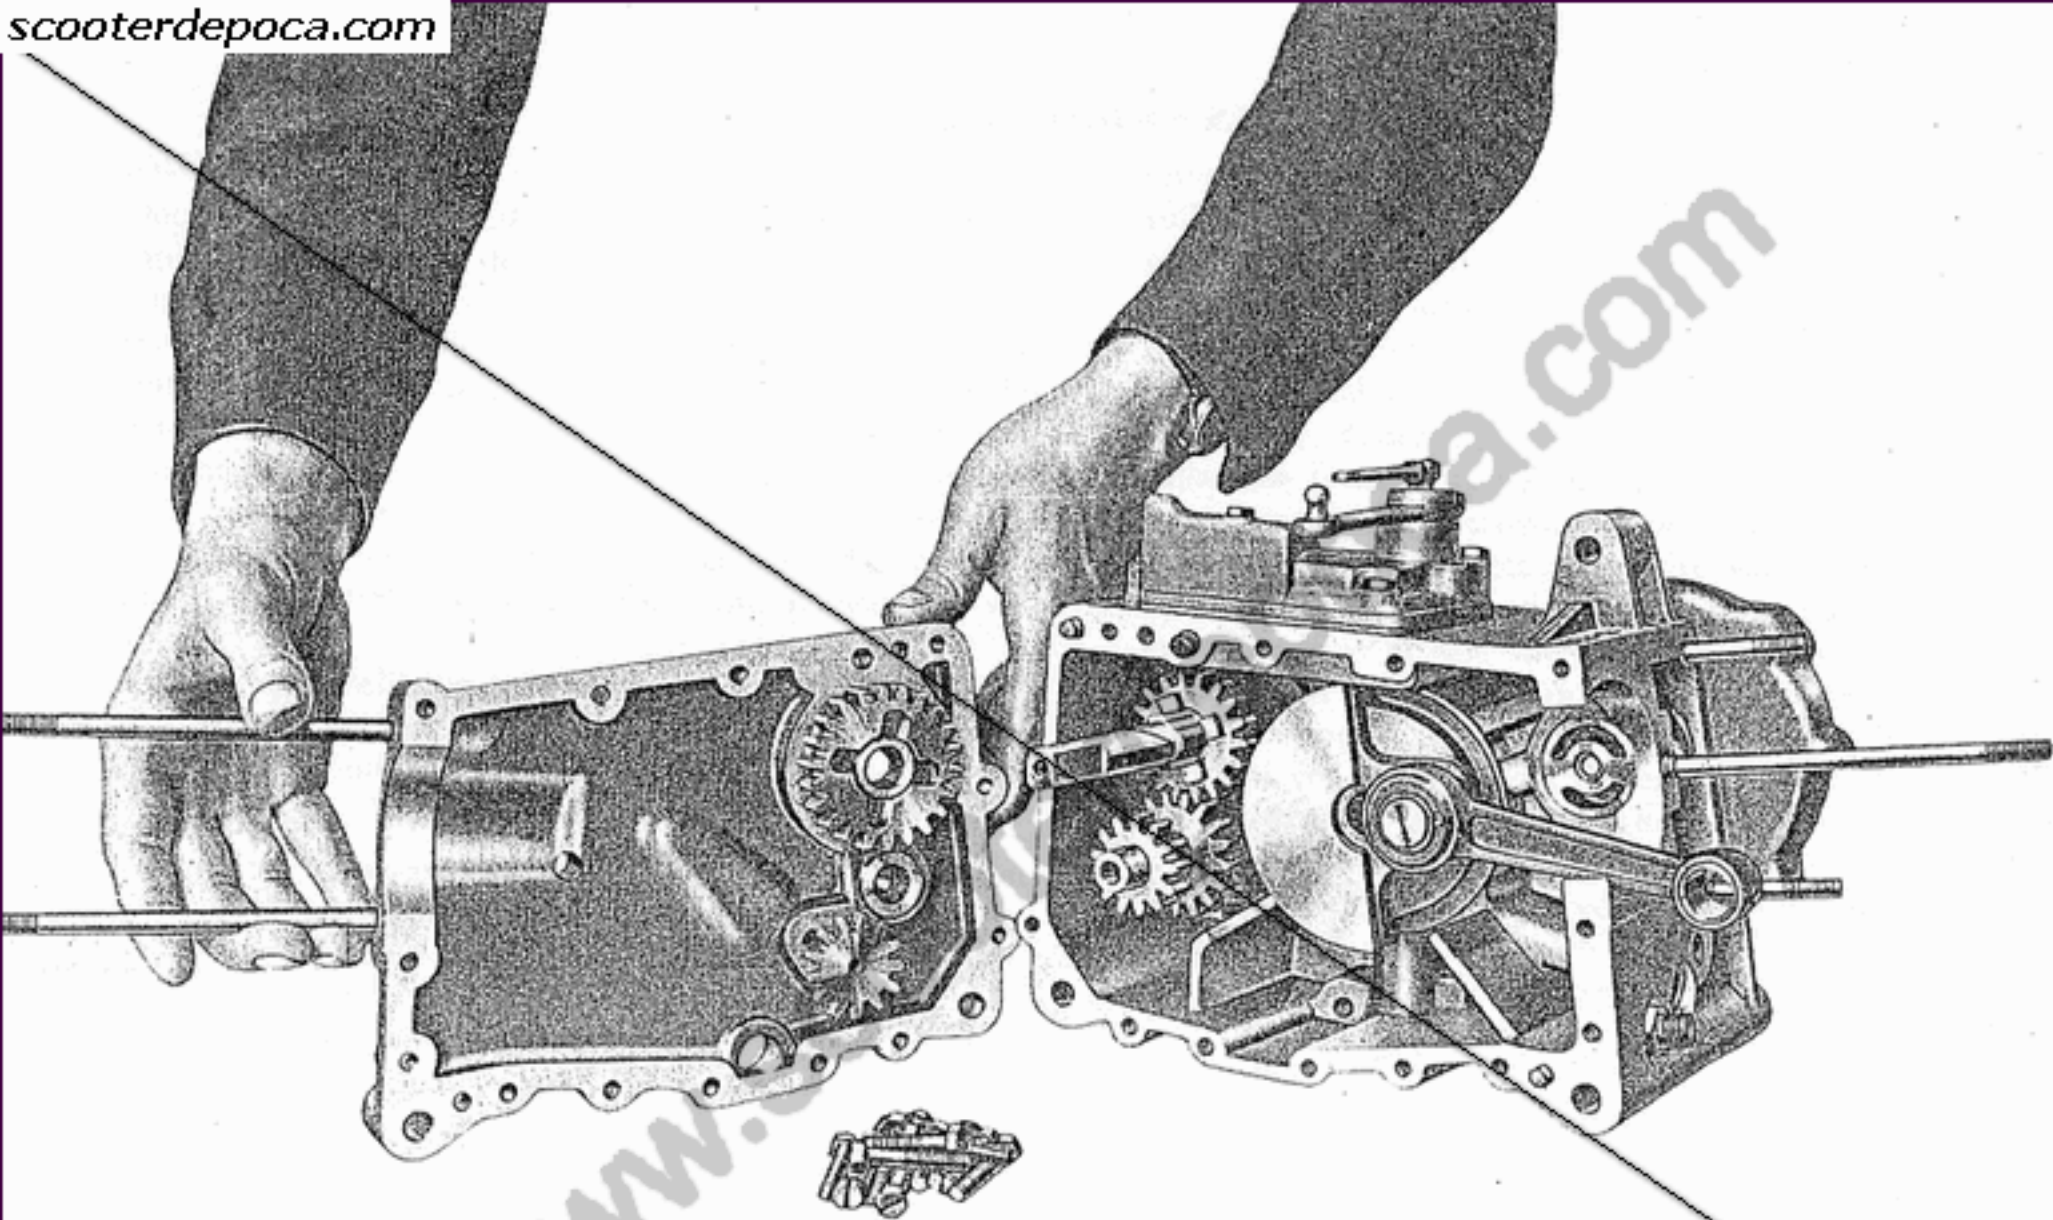

Fig. 12 - Come viene tolto il coperchio lato catena
- Dopo aver smontato quanto detto, per levare il coperchio occorre estrarre i tredici bulloncini di tenuta al basamento (vedere fig. 12):